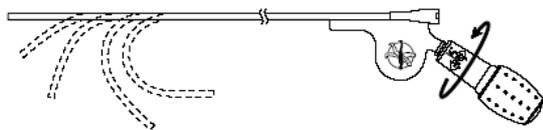

図 1 ディフレクタブルカテーテルの屈曲動作
- 2) ハンドルを時計回りに回転させ、ディフレクタブルカテーテルの動作確認をする(図 1)。遠位部はハンドルの回転数に応じて屈曲し、回転停止後も屈曲を維持する。動作確認後は、ハンドルを反時計回りに回転させて、カテーテルが直線状に戻ることを確認する。